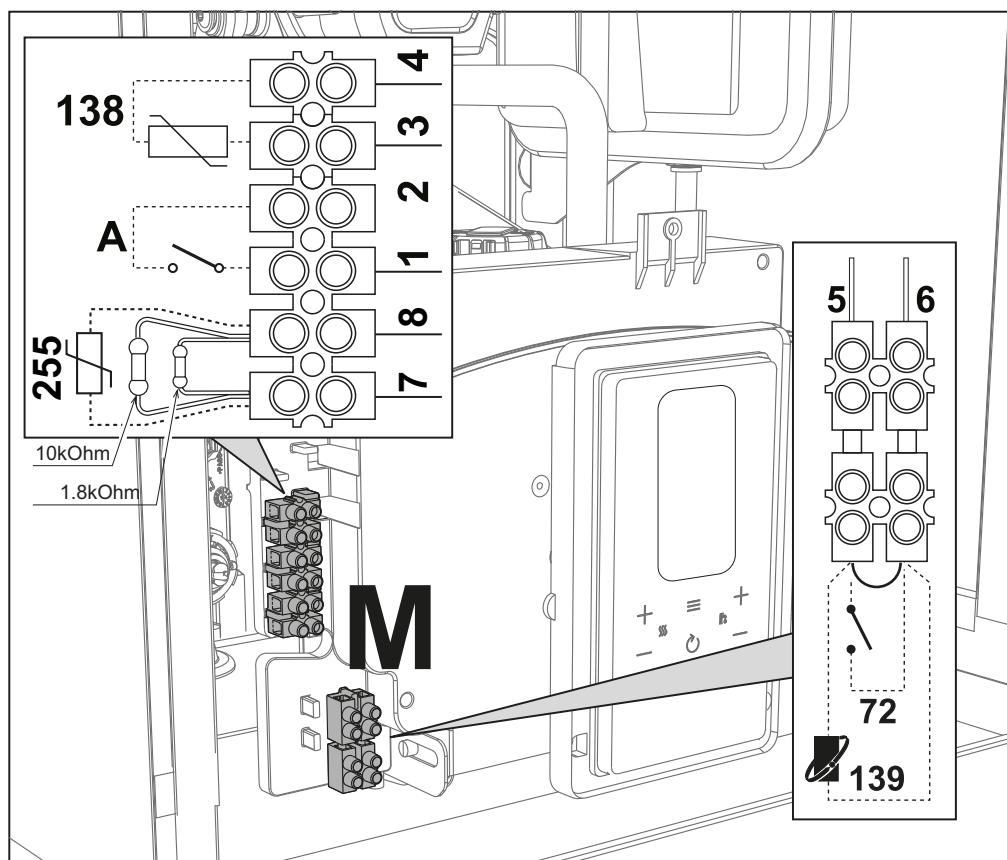
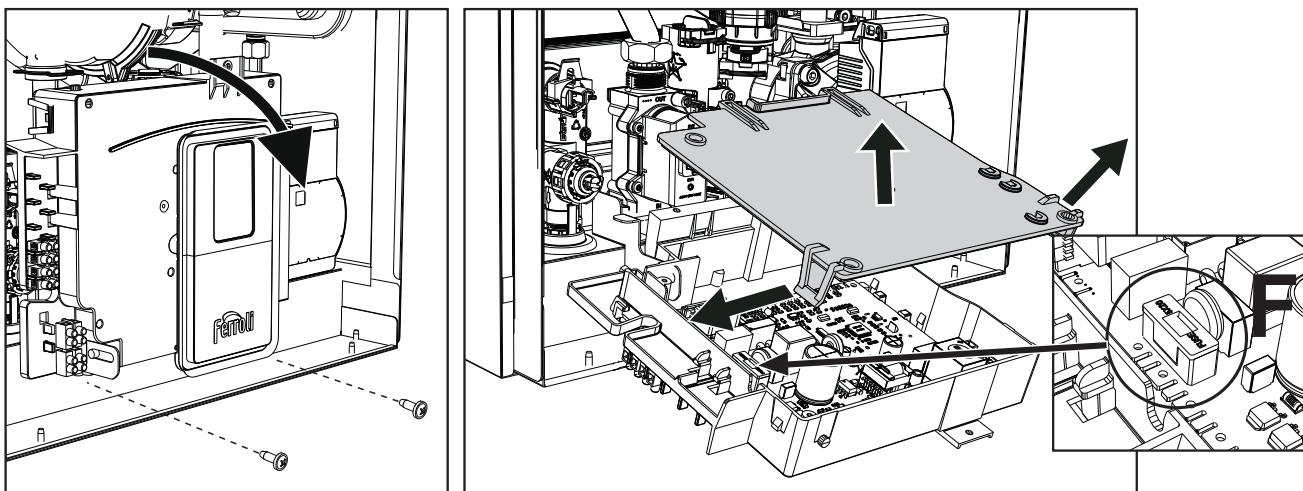

рис. 29
рис. 30
Электронная плата котла предназначена также для управления внешним бойлером для производства воды ГВС. Соединения труб системы отопления и ГВС должны быть выполнены в соответствии со схемой рис. 28. Выполните электрические подключения в соответствии с электрической схемой на рис. 77. Для этой цели необходимо использовать датчик температуры воды в бойлере (код 1KWMA11W (2м) или 043005ХО (5м)), подключив его к клеммам 7-8 соединительной колодки котла **вместо** двух резисторов (рис.29). При следующем включении агрегата система управления опознает датчик бойлера и автоматически настраивается на работу с ним, вызывая активацию дисплея и устройств управления, необходимые для работы в режиме ГВС.
После снятия передней панели ("Открытие передней панели" на стр. 44) можно получить доступ к клеммным колодкам (M) и предохранителю (F), следуя инструкциям, описанным ниже (рис. 29 и рис. 30). Клеммы, указанные в рис. 29, должны иметь чистые контакты (не 230 В). Расположение зажимов и их назначение показаны также на электрической схеме на рис. 77.
Конфигурация выключателя ON/OFF (А рис. 29)**Таблица 4- Настройки выключателя А**